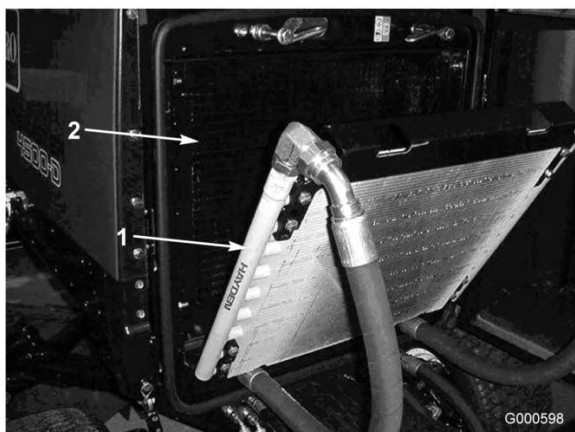

Bild 53
3. Kippen Sie den Ölkühler nach hinten. Reinigen Sie beide Seiten des Ölkühler- und des Wasserkühlerbereichs (Bild 53) gründlich mit